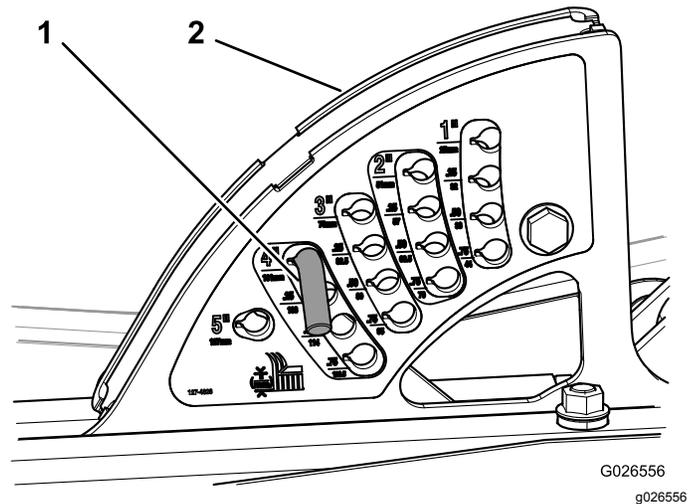

Figura 41
- Montate il perno dell'altezza di taglio nella relativa staffa, all'altezza di taglio desiderata (Figura 41).